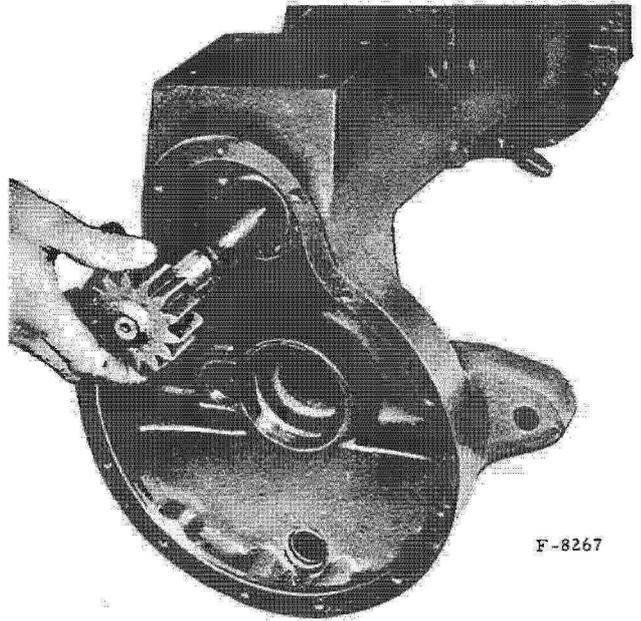

Fig. 19. - Démontage du demi-arbre.
- Retirez le demi-arbre de la trompette (fig. 19).